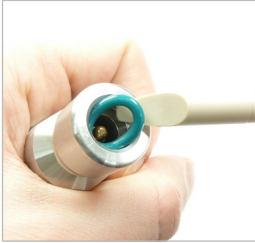

Abbildung 1
- ▶ Untergraben Sie die Frontdichtung (Pos. 5) mit dem WEH® Montagewerkzeug Art. Nr. E34-82427 und entnehmen Sie die Frontdichtung aus dem Einstich (*Abbildung 1*).